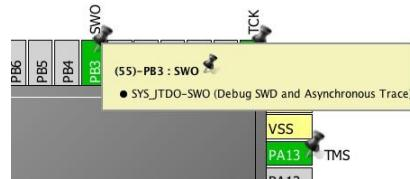

Рисунок 5: Контекстные подсказки помогают понять использование сигнала
При перемещении курсора мыши над выводами появляется контекстная всплывающая подсказка (см. рисунок 5). Например, контекстная подсказка для вывода PB3 говорит нам, что сигнал отображается на интерфейс *Serial Wire Debug* (SWD) и служит выводом *Serial Wire Output* (SWO). Кроме того, также показан номер вывода (55).